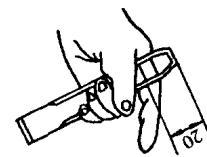

图 1 凿子的握持方法
(1) 凿子的握持法: 凿子主要用左手的中指、无名指和小指、大姆指和食指自然接触, 凿子的头部伸出约 20mm(图 1)。凿子不要握的太紧, 以减少握凿手的振动力。凿削时, 小臂要自然平放, 凿子要保持正确的倾斜角度(后角 =  $5^{\circ}$  ~  $8^{\circ}$ )。
(2) 凿削平面的方法: 开始凿削时, 应从工件侧面的尖角处, 轻轻起凿, 凿开缺口后把凿子逐渐地移向中间, 转入全宽凿削; 每次凿削量约 0.5 ~ 2mm。当凿削快到离尽头 10mm 左右时, 必须调头凿削剩下的部分, 尤其对青铜、铸铁等脆性材料更应这样作。否则工件尽头处就会崩裂。